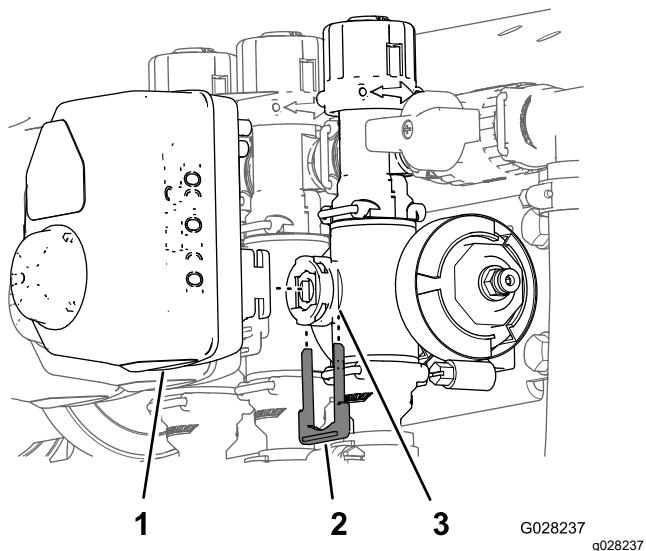

Bild 13
1. Entfernen Sie den Halter, mit dem der Aktuator am Verteilerventil für das Abschnittventil oder das Rührwerkventil befestigt ist (Bild 13).